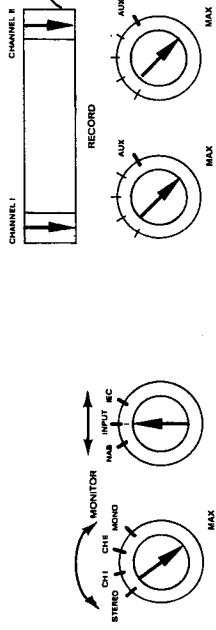

Bild 6.7.—85
- Bedienungselemente nach Bild 6.7.—85 einstellen.